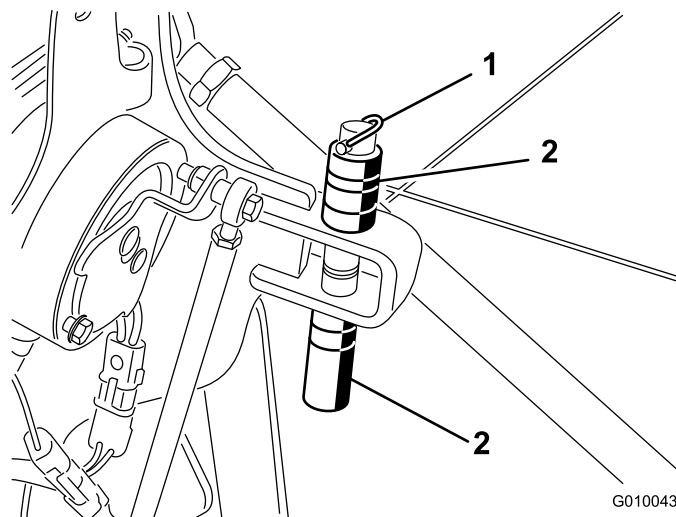

Figura 29
1. Togliete l'acciarino di fissaggio dei distanziali e le spine di profondità (Figura 29).